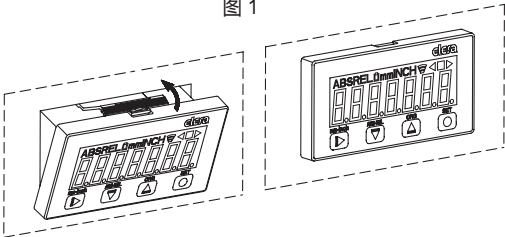

图2
- 从底座拆下指示器, 借助一字螺丝刀向固定翼施加压力, 使其至停止位 (图2)。